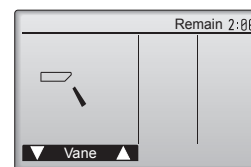

Fig. 7-4
- ② Pulse el botón [ACEPTAR] para visualizar la pantalla de funcionamiento Lama, y luego pulse los botones [F1] y [F2] para comprobar el sistema automático de desviación del aire. (Fig. 7-4)